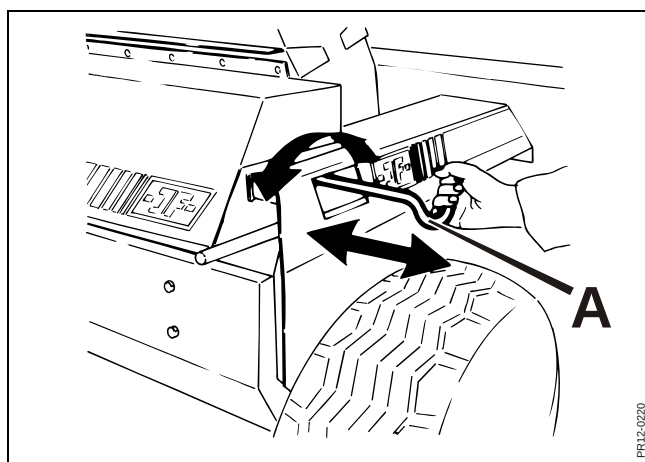

Fig. 4-17
- Fig. 4-17** 7. Grib fat i håndtaget **A** og giv forsigtig tilspænding ved at dreje på håndtaget til stenen rører kniven. Træk stenen i en glidende bevægelse hen over hele rotoren og tilbage igen. Giv lidt mere tilspænding og gentag bevægelsen hen over hele rotorens bredde.